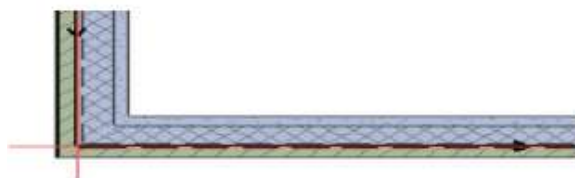
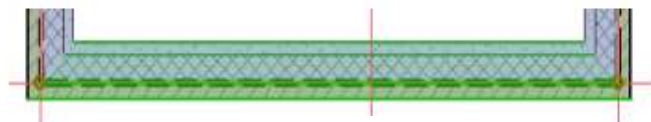

Рисунок 7.18
Рисунок 7.19
7. Выберите команду-переключатель **Вид > Параметры вывода на экран > Линии привязки стен и балок**, чтобы показать линии привязки стен. Она переключает видимость линий привязки стен и балок. Линия привязки стены — это толстая линия с направляющей стрелкой (рисунок 7.18). Это очень важная информация, так как стены создаются на основании их линий привязки. Чтобы стены пересекались и соединялись должным образом, необходимо поддерживать точное соединение и пересечение их линий привязки. Как можно заметить, линии привязки этих стен располагаются на их наружных сторонах (рисунок 7.19). Этот факт окажется весьма важным при выполнении последующих шагов.